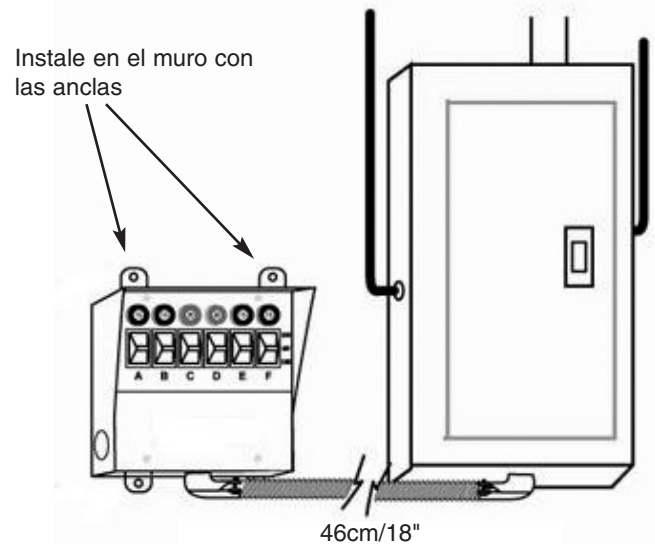

Figura 2
1. Coloque el interruptor de transferencia de manera que el centro de su parte inferior se encuentre a 14.7cm (18") del centro inferior de su centro de carga. El extremo del conducto flexible debe estar alineado con un agujero ciego de 1,9cm ó 2.5cm (3/4" ó 1") en la parte inferior de su centro de carga (Figura 2).